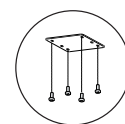

Fig.5
- Dans la coupe PM670V, il est nécessaire de monter l'étrier de support externe avec les quatre vis fournies. (fig.5).